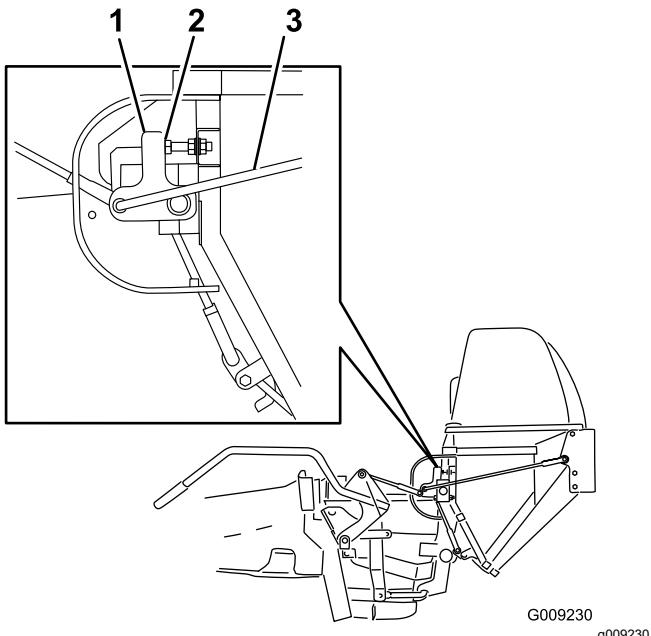

Figura 47
- Con la puerta cerrada, afloje las tuercas y ajuste los tornillos de tope hasta que el brazo de contacto quede en posición vertical (Figura 47).
- Ajuste la longitud de las varillas de acoplamiento de la bisagra hasta que la puerta se cierre por completo con una fuerza razonable sobre la palanca (Figura 47).